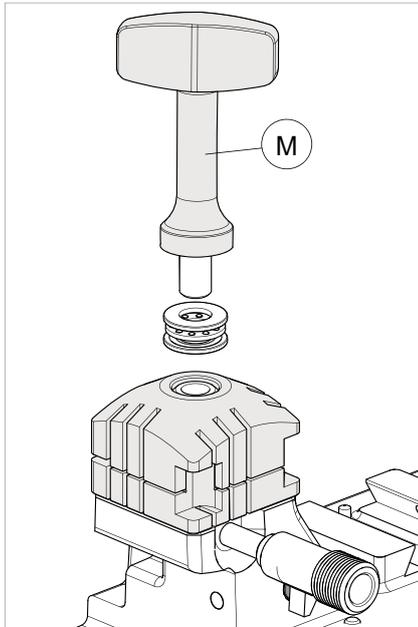

Fig. 43
- 2) Desenroscar del todo el pomo (M1) y sacarlo junto con el set arandela (Fig. 43).